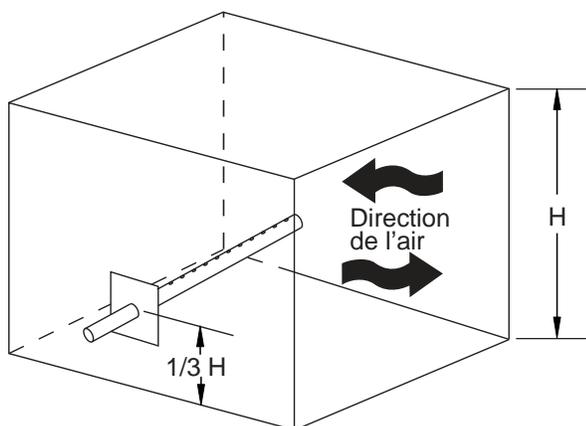
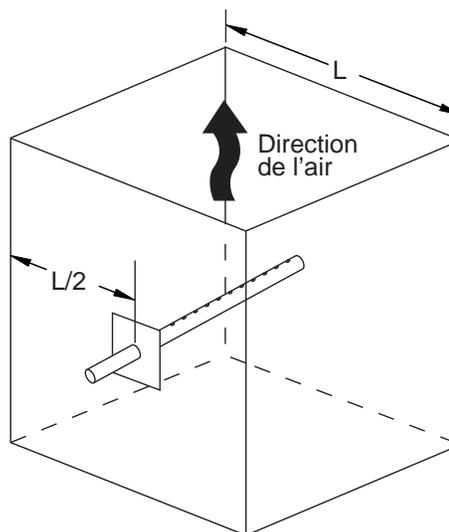

Fig. 14a CONDUIT HORIZONTAL
Fig. 14b CONDUIT VERTICAL
Une fois que l'endroit approprié a été trouvé, faites un trou d'insertion de 1-1/8" dia. dans le conduit d'air chaud pour recevoir le diffuseur de vapeur. Pour un conduit horizontal, percez le trou de 1-1/8" dia. au tiers inférieur de la hauteur du conduit. Voir Fig. 14a. Pour un conduit vertical, percez le trou de 1-1/8" dia. au milieu de la largeur du conduit. Voir Fig. 14b.
NOTE: Un tuyau à vapeur de 2 pieds est fourni avec l'unité et donc la distance entre le module de distribution et le générateur de vapeur devrait être inférieure à 2 pieds, voir figure 14a. Thermolec peut également fournir sur demande des tuyaux de vapeur de 4 pieds. Pour des distances allant jusqu'à 12 pieds, un raccordement en cuivre peut-être fourni pour raccorder des tuyaux de 4 pieds.
14.1 Une distance minimum de deux pieds séparant le module de distribution du plafond et des murs adjacents est requise. Une distance minimum de 3 pieds en face de la grille murale est également requise. Il faut donc mesurer un rectangle de 9 1/8" en largeur par 6 1/4" en hauteur. Le rectangle doit être à niveau avec le plancher. Percer ensuite un petit trou servant de guide à travers le mur pour chaque coin du rectangle. À l'aide d'une scie, couper le rectangle de coin à coin. ATTENTION: Assurez-vous de ne pas couper à travers des connections de plomberie ou d'électricité. Voir figure 14b.